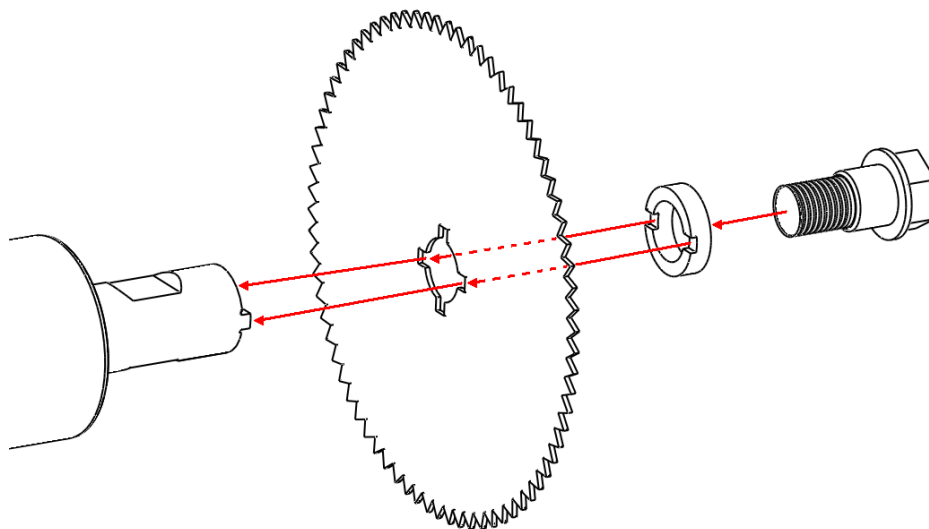

figura 4 Collocare lama di sega
3. Montare il dado di bloccaggio. Gli incavi dell'anello di tenuta devono sempre essere rivolti verso la lama. (Vedi figura 4) e devono combaciare esattamente con le tacche del perno centrale.